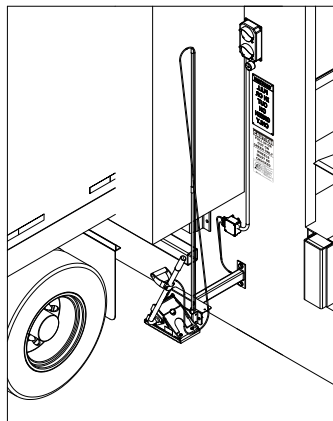

Figure 9
- Quais de chargement équipés d'abris de quai dépassant d'au moins 61 cm (24 po). Voir Figure 9.
- a. Montage directement sur le mur du bâtiment. Voir Figure 9.